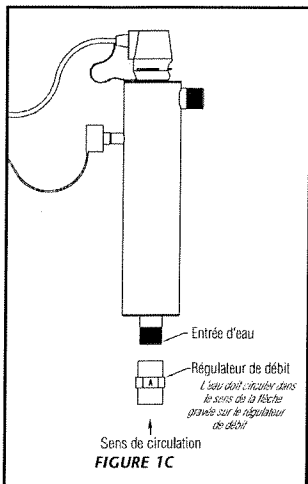

FIGURE 1C
3. Fixer le système sur le mur à l'aide des brides fournies. On peut employer diverses méthodes pour raccorder le système à la source d'eau; cependant on recommande l'emploi de raccords union. On recommande fortement l'installation d'un régulateur de débit, afin que le débit recommandé par le fabricant ne soit pas dépassé. L'emploi d'un tel régulateur de débit est obligatoire pour un système de la série SPV (le régulateur de débit est fourni avec le système). On doit installer le régulateur de débit sur l'entrée d'eau, et veiller à respecter l'orientation correspondant au sens de circulation de l'eau (flèche gravée sur le régulateur de débit – Figure 1C). N'EFFECTUER AUCUNE OPÉRATION DE SOUDAGE LORSQUE LE COMPOSANT EST FIXÉ SUR LE SYSTÈME, CECI FERAIT SUBIR DES DOMMAGES AUX JOINTS TORIQUES.